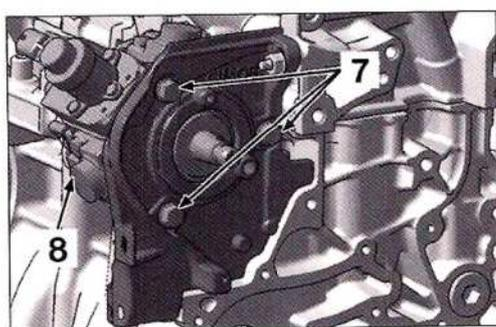

FIG. 50
- Desmontar el soporte tras. (6) de la bomba.
- Desmontar los 3 tornillos (7) (Fig.50).
- Desmontar la bomba (8).